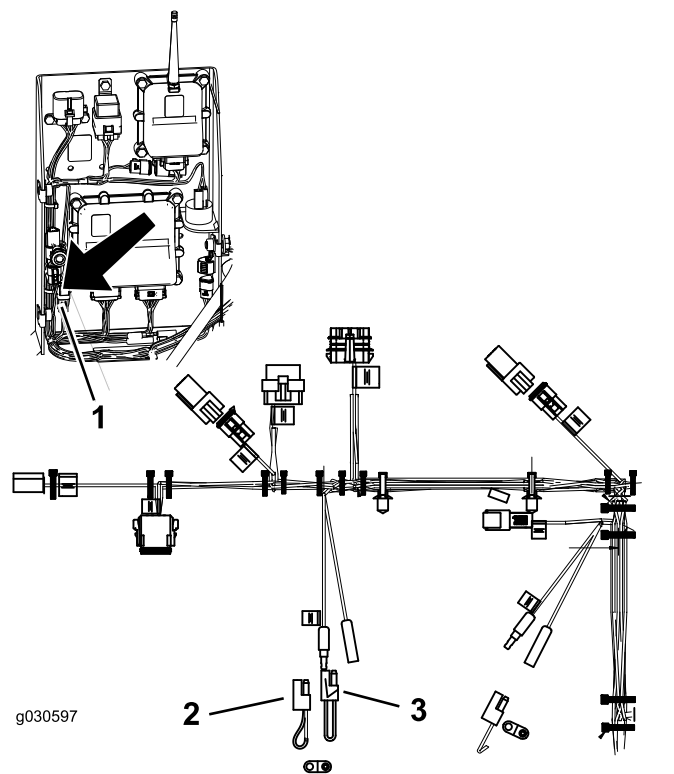

Figura 32
2. Scollegate i 2 collegamenti dei fili dal connettore a spirale illustrato in Figura 32.